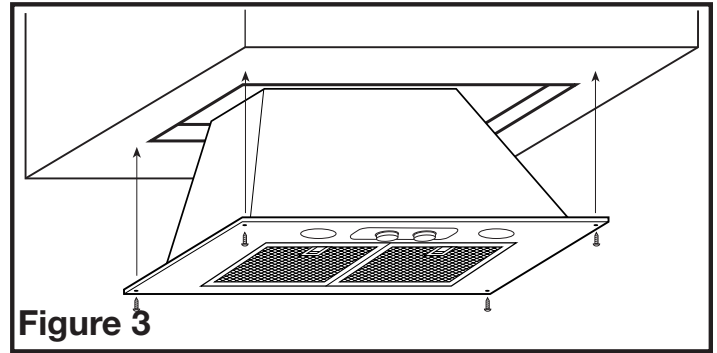

Figure 3
- Insérez l'unité de puissance dans le trou et fixez-la au revêtement utilisant les vis fournies avec le revêtement (**Figure 3**).